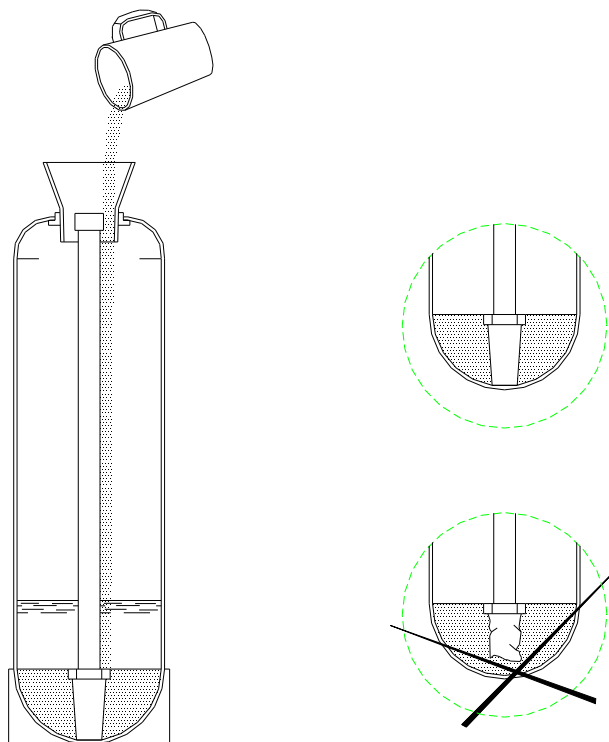

Рисунок 3 — Порядок загрузки фильтрующего материала в корпус фильтра
**ВНИМАНИЕ: ПОСЛЕ ЗАГРУЗКИ ГРАВИЯ НИ В КОЕМ СЛУЧАЕ НЕ ВЫТАСКИВАТЬ ВЕРТИКАЛЬНЫЙ КОЛЛЕКТОР ИЗ КОРПУСА!** Это может привести к поломке нижней ДРС в результате попадания гравия в ее посадочное место на дне корпуса (см. рисунок 3).